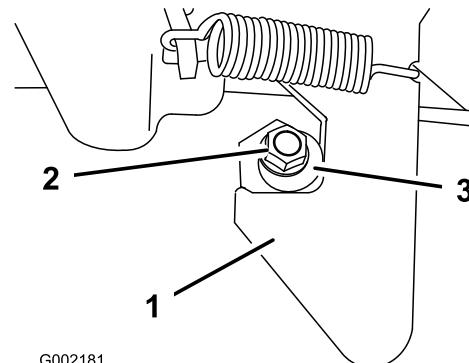

Bild 50
- Lösen Sie die Sicherungsmutter am Ende der Riegelstrebe (Bild 50).
- Drehen Sie die Riegelstrebe nach rechts, bis sie bündig mit dem Haketeil des Riegels ist (Bild 50).